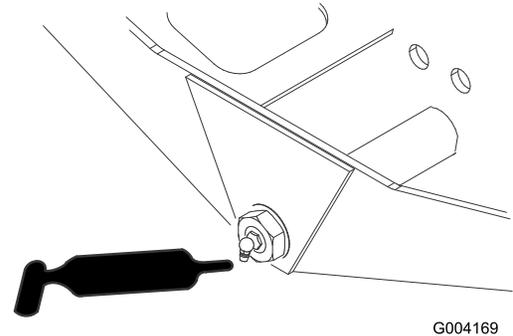

Figura 111
- Perno sterzante del ponte (1) (Figura 111)